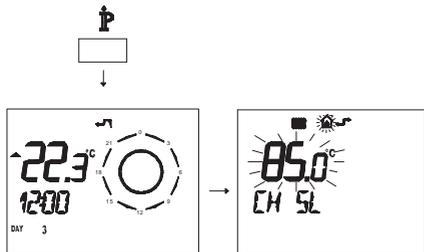

Fig. 5.45
- Premere per più di 3 secondi il pulsante **ⓘ** per entrare in modalità **INFO** (Fig. 5.45).